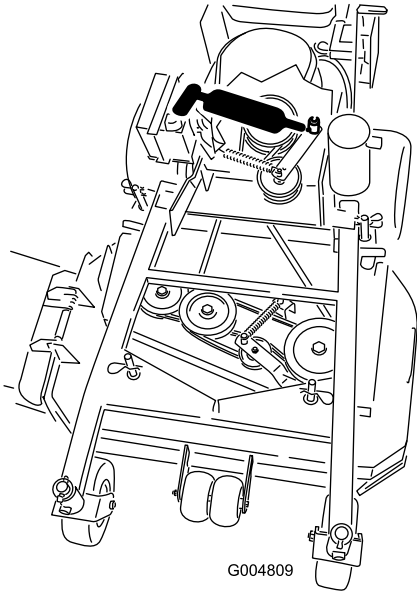

Figure 3
2. Compruebe la lubricación del brazo tensor de la correa del cortacésped (Figure 2 o Figure 3).